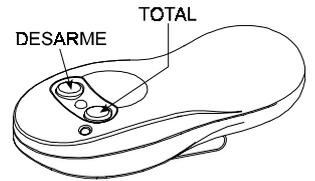

Figure 24. MCT-132/102
D. MCT-132 / MCT-102 (Fig. 24): Télécommande à 2 boutons. La MCT-102 (PowerCode) peut effectuer des fonctions d'alarme urgence ou libre. La MCT-132 (CodeSecure) effectue l'armement et désarmement.